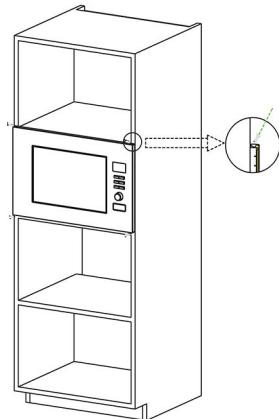

Abb. 2
- b) Verwenden Sie die Schrauben der Teileverpackung, um das Mikrowellengerät im Schrank zu befestigen. (Abb. 2)